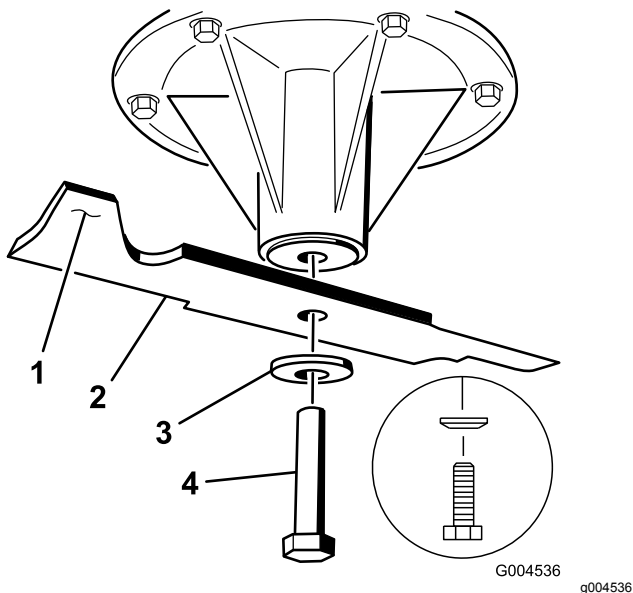

Figure 100
2. Enlevez de l'axe, le boulon, la rondelle bombée et la lame (Figure 100).
3. Si la lame est déséquilibrée, limez un peu l'extrémité de la partie relevée seulement (Figure 100).